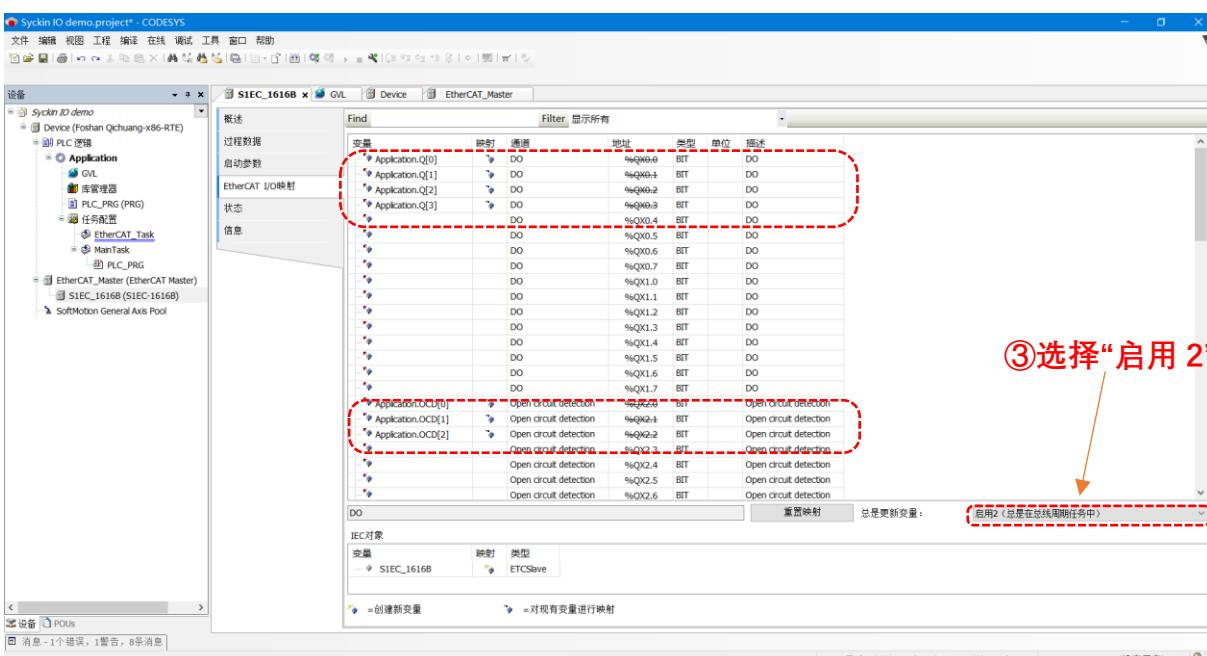

图 3.48
已经映射完成的 I/O 点如图 3.48
➤ **温馨提示：**在图 3.48 的③处必须选择“启用 2”，其他模式有时候会刷新不到 I/O 信息，这由 Codesys 系统所决定。